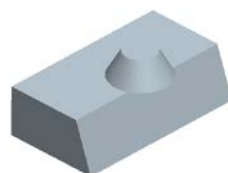
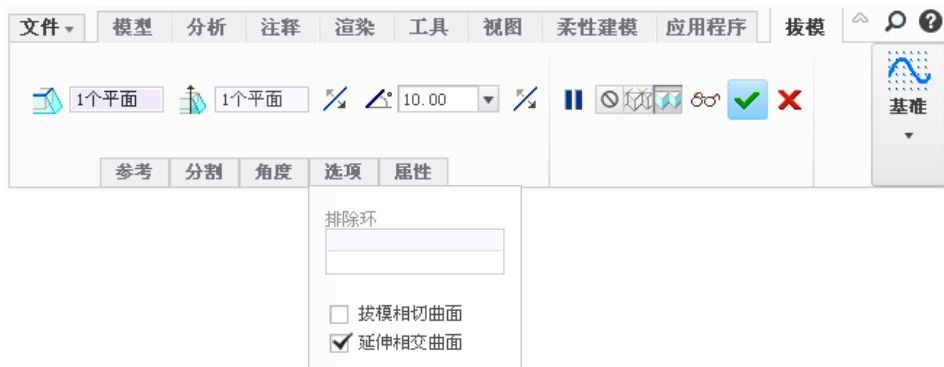

图 4.1.20 结果
图 4.1.19 拔模操控板
Step6. 在操控板的“选项”选项卡中选中 ☒ 延伸相交曲面复选框，如图 4.1.19 所示。注意：如果不选中 ☐ 延伸相交曲面复选框，结果如图 4.1.20 所示。
Step7. 在操控板中修改拔模角度和方向，拔模角度值为 10.0，如图 4.1.19 所示。